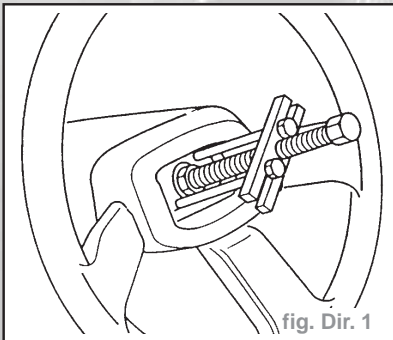

fig. Dir. 1
- Extraire le volant en se servant de l'outil **KM-210-A** (fig. Dir. 1)